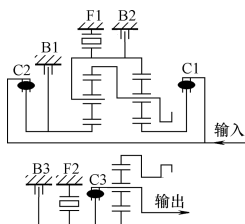

图 3-72 D4 档动力传递路线
(2) **U/D 行星轮机构** 4档动力传递路线如图3-72所示。U/D离合器C3接合,连接U/D太阳轮和U/D行星架,U/D行星轮机构也连接为一体,传动比是1。在4档时,主行星轮机构和U/D行星轮机构都是直接传动,传动比是1。再结合主行星轮机构和U/D行星轮机构的中间传动齿轮,总的传动比仍大于1,为1.020,还是减速传动。